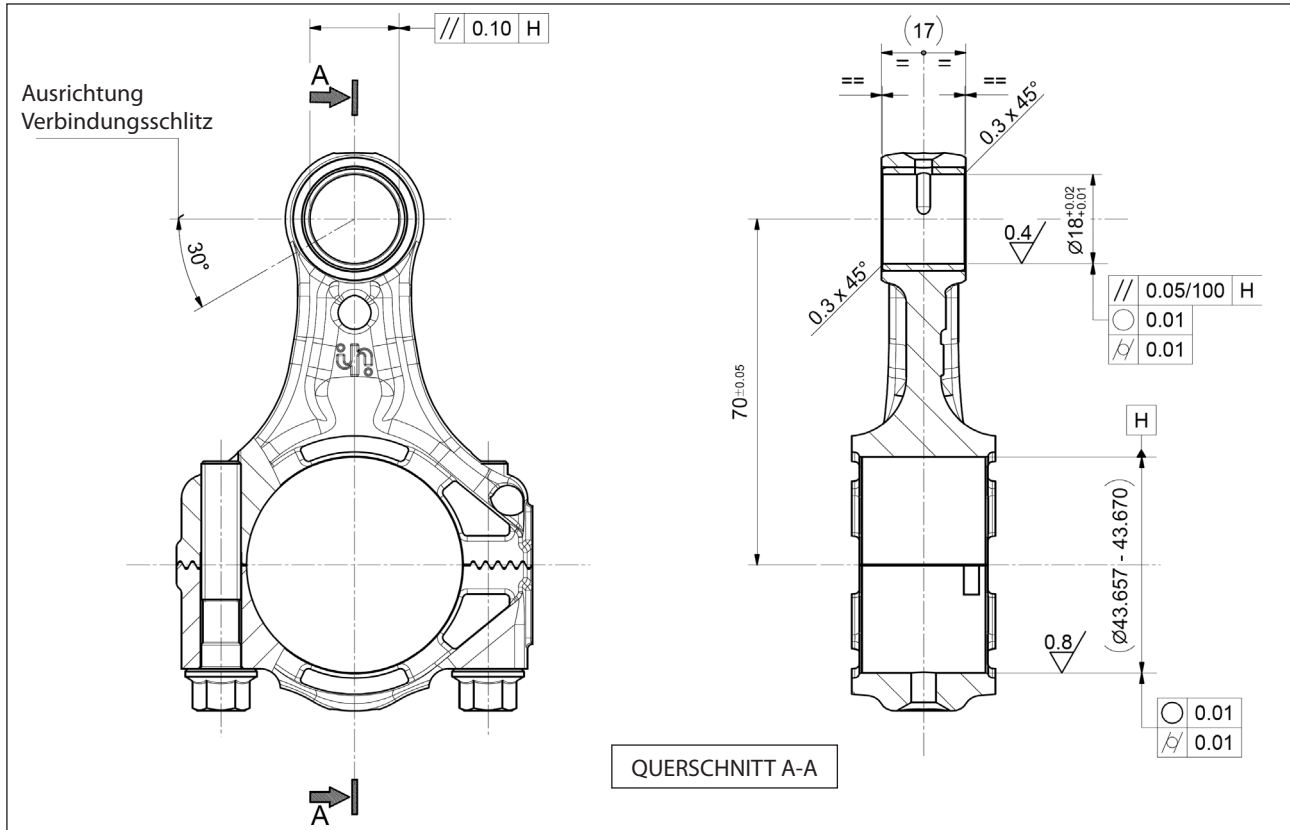

Abb. 35
- der Verbindungsschlitz ausgerichtet ist, wie in Abb. 35 gezeigt.
Führen Sie anschließend die mechanischen Bearbeitungen unter strikter Einhaltung der Maße und Toleranzen in Abb. 35 aus.